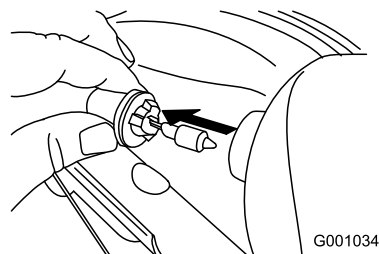

Bild 57
- Nehmen Sie die Glühbirne hinten am Scheinwerfer gerade heraus (Bild 57).